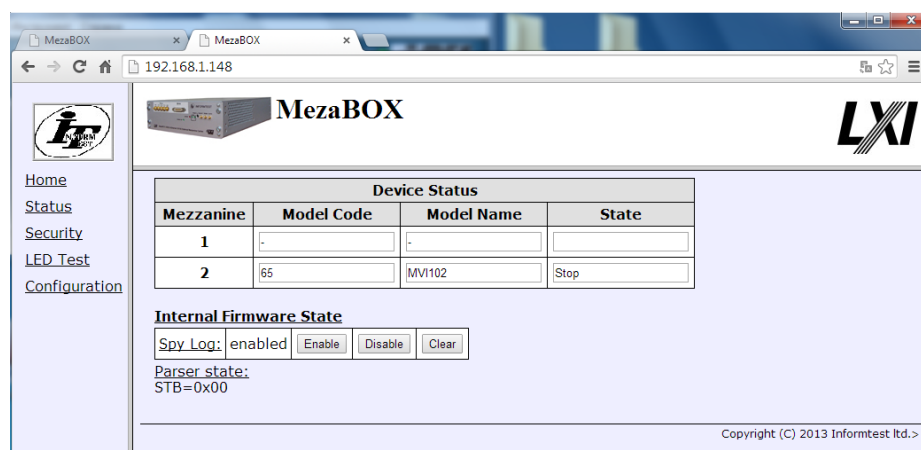

Рисунок 14
2) **Status** - отображение установленного в изделии мезонина МВИ-102М (рисунок 14).